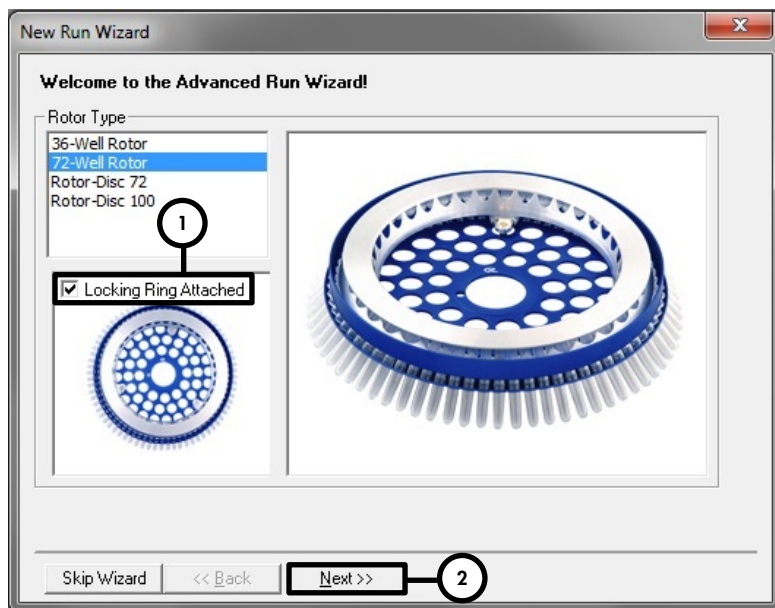

Figure 2. Boîte de dialogue New Run Wizard (Assistant nouveau cycle).
7. Dans la boîte de dialogue **New Run Wizard** (Assistant nouveau cycle) suivante (figure 2), cochez la case **Locking Ring Attached** (Anneau de blocage fixé) et cliquez sur **Next** (Suivant).